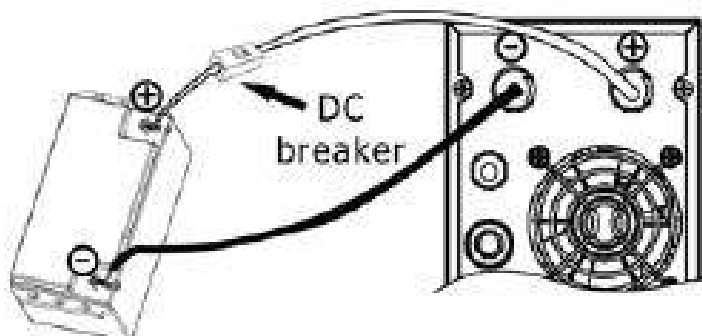

Рис. 1
**Шаг 1** – Рекомендуется подключать аккумуляторы к ИБП, с помощью проводки, включающей в себя плавкий предохранитель (прерыватель\*). Установите прерыватель\* постоянного тока на положительном проводе подключения аккумуляторной батареи. Номинальное значение прерывателя постоянного тока должно соответствовать току аккумуляторной батареи ИБП (50 А). Прерыватель\* постоянного тока должен быть выключен (см. Рис. 1).